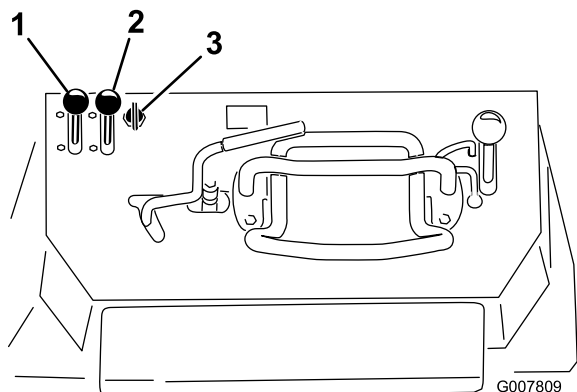

Figure 19
1. Réglez la commande d'accélérateur à mi-course entre les positions bas et haut régime (Figure 19).
2. Amenez la commande de starter en position En service (Figure 19).
3. Tournez la clé de contact en position Contact (Figure 19). Relâchez la clé quand le moteur démarre.
4. Amenez progressivement la commande de starter en position hors service (Figure 19). Si le moteur cale ou hésite, engagez de nouveau le starter jusqu'à ce que le moteur soit chaud.
5. Réglez la commande d'accélérateur à la position voulue (Figure 19).
1. Placez la commande d'accélérateur à la position bas régime (Figure 19).
3. Tournez la clé de contact en position Arrêt (Figure 19).